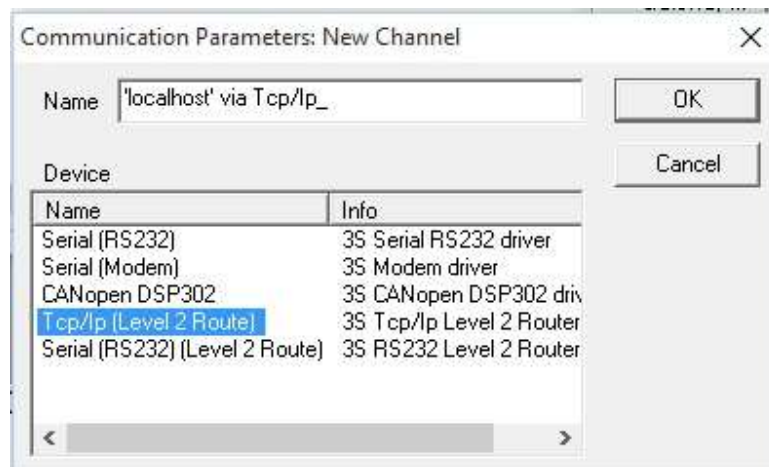

Figura 5 – Tela de seleção do canal de comunicação
1. Após a indicação da CPU alvo, na tela principal do software CodeSys, selecione no menu principal as seguintes opções **Online, Communication Parameters, New**. A Figura 5 apresenta a tela *Communication Parameters: New Channel*, Name *`Localhost via Tcp/Ip*. Clique OK.